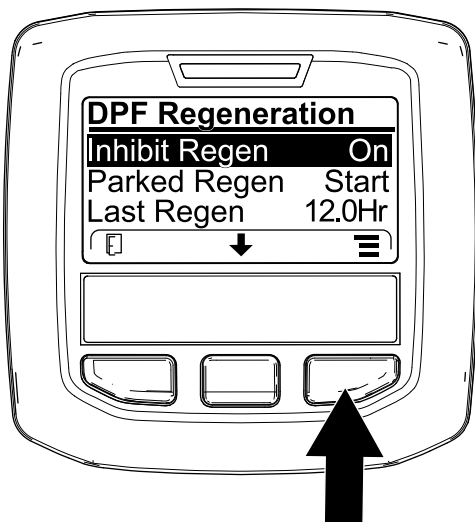
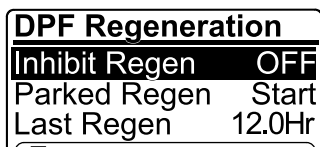

Figura 43
Figura 44
1. Aceda ao menu Regeneração do DPF, prima o botão central para ir até à opção INIBIR REGENERAÇÃO e prima o botão direito para selecionar a entrada Inibir regeneração (Figura 43).
2. Prima o botão direito para alterar a definição da Inibição da regeneração de Ligar para Desligar (Figura 43) ou de Desligar para Ligar (Figura 44).